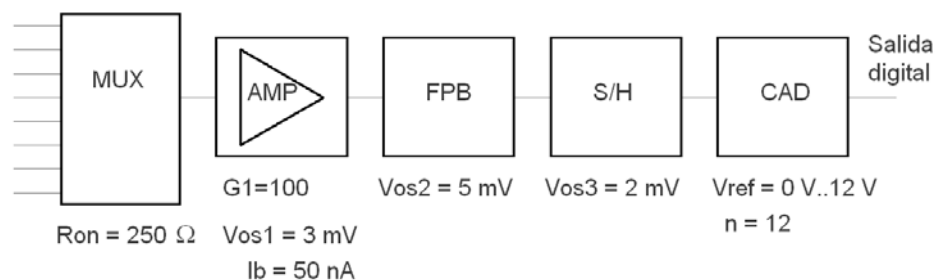

Figura 5
4. Supposem que en el SAS de la figura 5 els errors de zero s'han ajustat a $25 \text{ }^\circ\text{C}$ de manera que ara les úniques fonts d'error que poden considerar-se apreciables són les ocasionades per les derives tèrmiques (se suposen menyspreables les produïdes per efecte de càrrega). Es considera una $R_{\text{ON}} = 250 \Omega$ per al multiplexor, unes derives tèrmiques per a l'amplificador de $50 \text{ pA}/^\circ\text{C}$ per a I_b i $50 \text{ } \mu\text{V}/^\circ\text{C}$ per a V_{os} amb un guany de 100; unes derives tèrmiques per al filtre de $50 \text{ } \mu\text{V}/^\circ\text{C}$ per a V_{os} i unes derives tèrmiques de $20 \text{ } \mu\text{V}/^\circ\text{C}$ per a V_{os} del S&H. Si el CAD té un marge d'entrada de 10 V , quina és la resolució efectiva disponible per al senyal si el sistema aconseguix els $55 \text{ }^\circ\text{C}$?
El sistema mostrat en la figura 5 s'ha dissenyat per formar part d'un sistema automatitzat d'adquisició continu que estarà en funcionament durant un any. Les condicions de l'entorn poden variar de manera no previsible durant aquest període (tensió d'alimentació, corrents de polarització, tensions d'òfset, temperatura...) i aquestes afectaran necessàriament el funcionament del sistema de mesura. Dels tres mètodes de calibrats descrits a classe, indiqueu quin seria el mètode de calibrat més adequat i com ho implementàrieu físicament en el sistema de mesura de la figura 5. **Justifiqueu adequadament i amb suficient detall la resposta (no s'admeten solucions ambigües).**